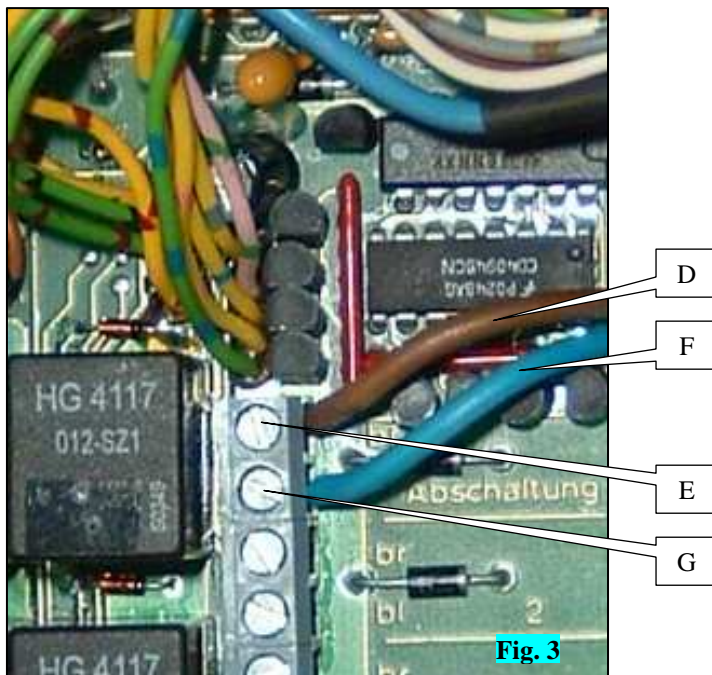

Fig. 3
- Brancher le fil **marron** D sur la borne '**br**' de la coupure n°1 E (fig. 3)
- Brancher le fil **bleu** F sur la borne '**bl**' de la coupure n°1 G (fig. 3)
- Connect **brown** wire D to the '**br**' terminal of cutter n°1 E (fig. 3)
- Connect **blue** wire F to the '**bl**' terminal of cutter n°1 G (fig. 3)
- Verbinden Sie den **braunen** Draht D mit dem **,br'**-Pol der Reihenabschaltung Nr. 1 E (Abb. 3)
- Verbinden Sie den **blauen** Draht F mit dem **,bl'**-Pol der Reihenabschaltung Nr. 1 G (Abb. 3)
- Sluit de **bruine** draad D aan op de eindpool **'br'** van de onderbreker n°1 E (fig. 3)
- Sluit de **blauwe** draad F aan op de eindpool **'bl'** van de onderbreker n°1 G (fig. 3)
- Conectar el hilo **marrón** D con el borne **'br'** del corte n° 1 E (fig. 3).
- Conectar el hilo **azul** F con el borne **'bl'** del corte n° 1 G (fig. 3).
- Attaccare il filo **marrone** D all'estremità **'br'** del taglio n°1 E (fig. 3)
- Attaccare il filo **blu** F all'estremità **'bl'** del taglio n°1 G (fig. 3)